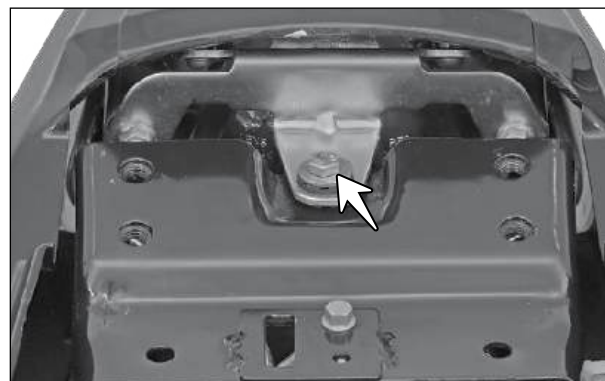

Fig. 1.27
- Remova o parafuso (seta) (M8x20) de fixação do suporte da lanterna traseira e remova a carenagem traseira. (Fig. 1.27)